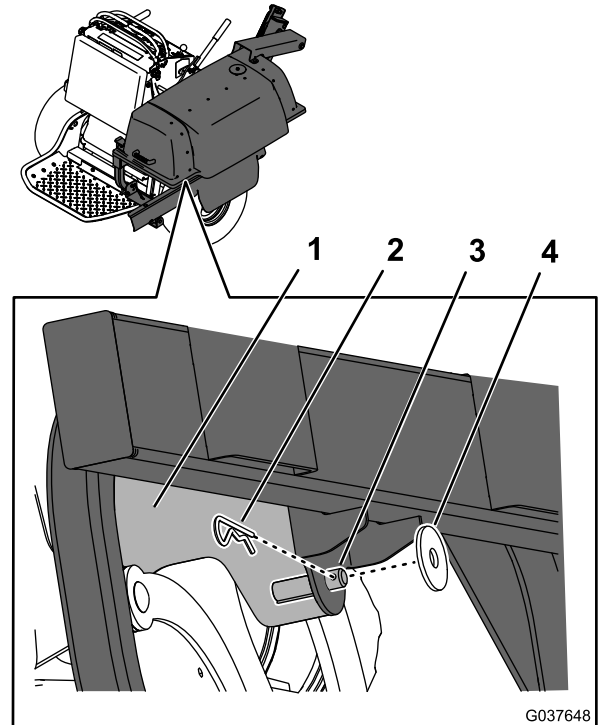

Figura 14
- Prenda a estrutura ao passador no suporte de montagem traseiro utilizando uma anilha de encosto e um perno de gancho (Figura 14)